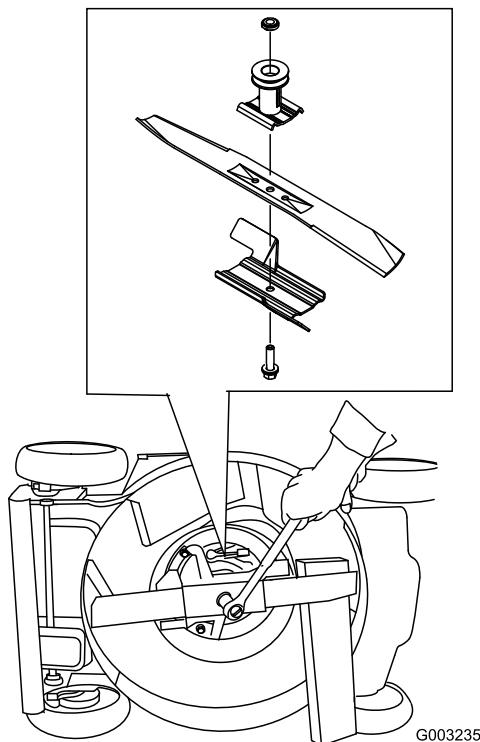

Figure 43
3. Immobilisez la lame avec un morceau de bois (Figure 43).